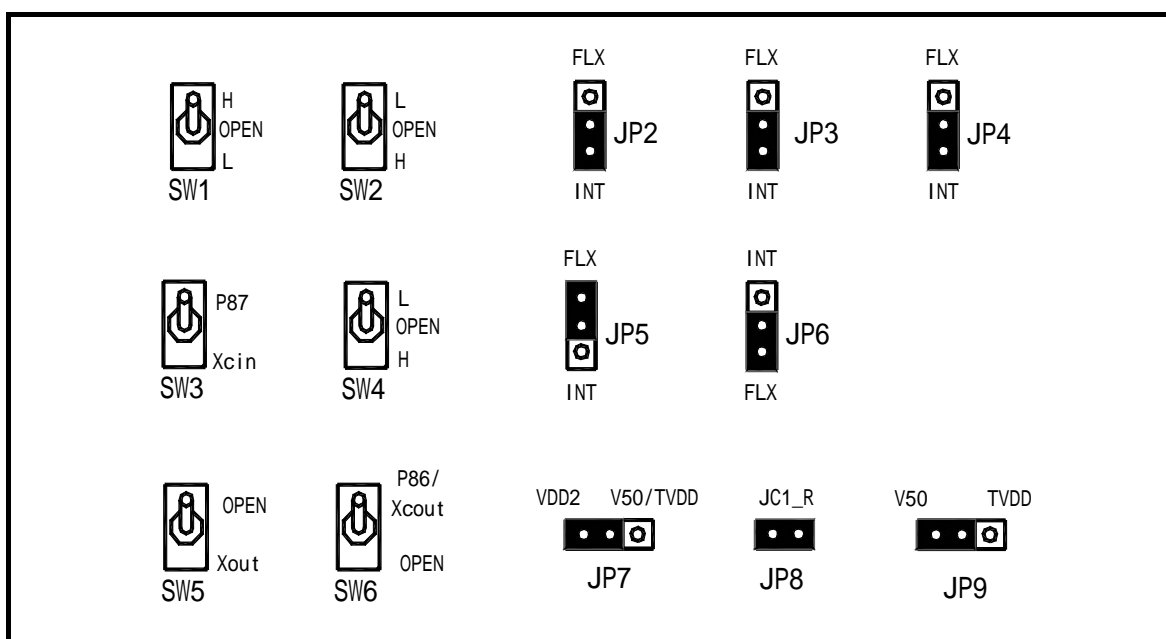

図3.3 セルフチェック時のスイッチ設定 (=出荷時の設定)
- (1) ユーザシステムが接続されている場合は、ユーザシステムを外してください。
- (2) エミュレーションポッド内のスイッチ設定を出荷時の設定(図 3.3)にしてください。
- (3) 電源投入後、2 秒以内に PC4701 フロントパネルのシステムリセットスイッチを押します。
- (4) “SAFE”の LED が点滅開始するのを確認後、もう一度システムリセットスイッチを押してください。
- (5) セルフチェックを開始します。約 40 秒で正常終了表示されればセルフチェック終了です。
- 本製品内部のスイッチが出荷時の設定(図 3.3)になっているかご確認ください。